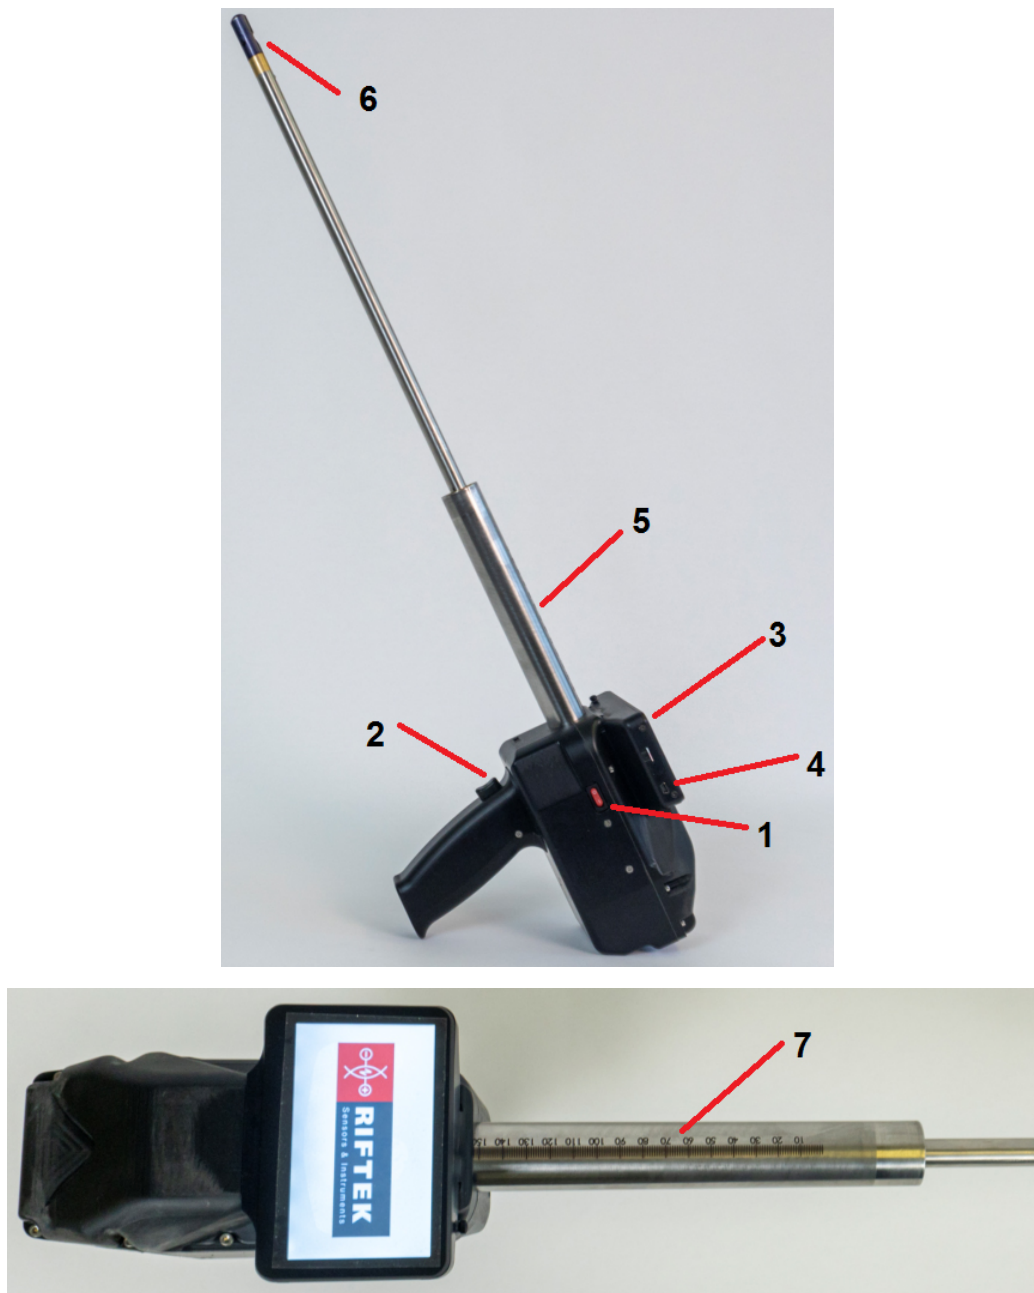

Рисунок 3
Зарядить аккумуляторы прибора, подключив его к зарядному устройству (см. Приложение 1). Включить прибор, нажав кнопку (1), рисунок 3. На экране появится главное окно программы, содержащее кнопки основного меню и индикатор степени заряда.